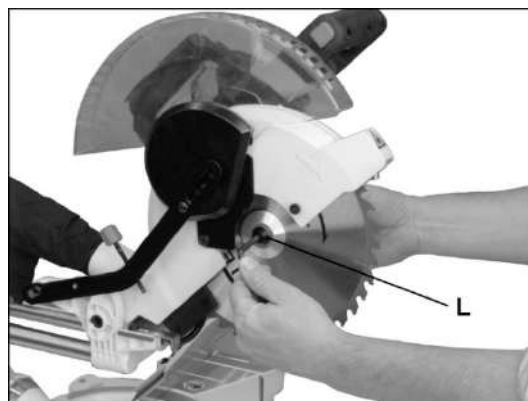

Рис. 4-4
5. Отведите пластину и защитный кожух пильного диска назад, чтобы получить доступ к болту оправки (L, Рис. 4-4).